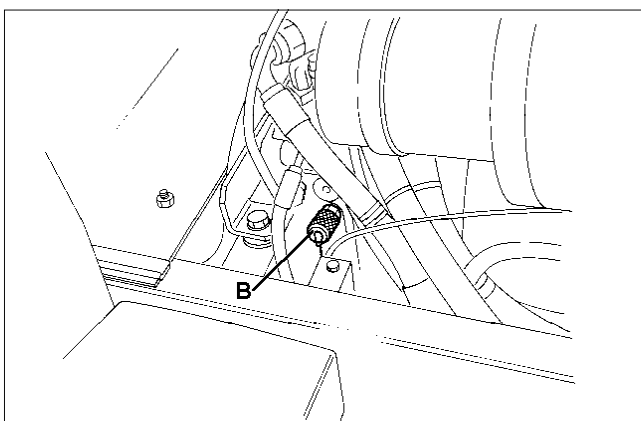

Fig.53
2. Fahrtriebsdruck rückwärts 210 bar (B Bild 53).
2. Pressione di trasmissione retromarcia 210 bar (B Fig. 53).